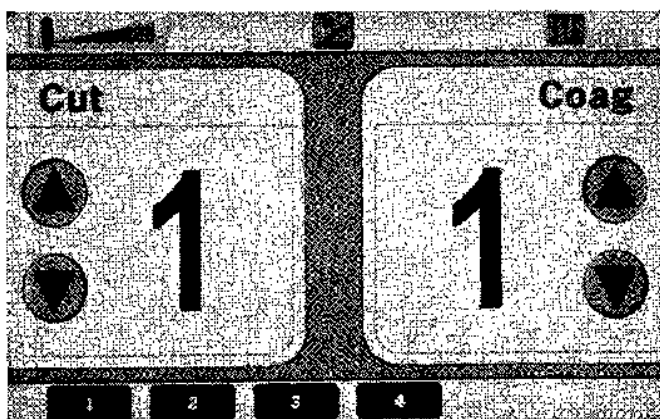

Figura 7. Painel dianteiro visualizando o ecrã com dispositivo electrocirúrgico ligado
Após a ligação, o gerador emite um alarme se o dispositivo não for reconhecido como um dispositivo da PEAK PlasmaBlade, se falhar um teste da unidade, ou se não tiver duração remanescente. O visor é apresentado conforme mostrado na figura 7. Indica também os níveis de saída predefinidos para o corte e a coagulação. O indicador verde no canto superior direito do visor mostra a impedância do eléctrodo de retorno do doente aquando da utilização do eléctrodo de retorno do doente de película dividida.
- Se o gerador for activado com um *dispositivo electrocirúrgico ligado* (com ou sem o eléctrodo de retorno do doente ligado), o gerador apresenta o ecrã mostrando os níveis de saída do ponto de ajuste 1 para corte e coagulação. O painel dianteiro que mostra este ecrã é apresentado na figura 7 utilizando um eléctrodo de retorno do doente de película dividida.